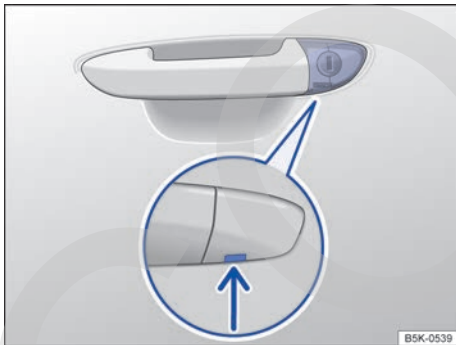

Fig. 70 Manilla de la puerta del conductor: bombín de la cerradura oculto.
- Introduzca el paletón de la llave por abajo en el orificio existente en la caperuza de la manilla de la puerta del conductor → fig. 70 (flecha) y levante la caperuza de abajo hacia arriba. Al hacerlo, tire de la manilla.